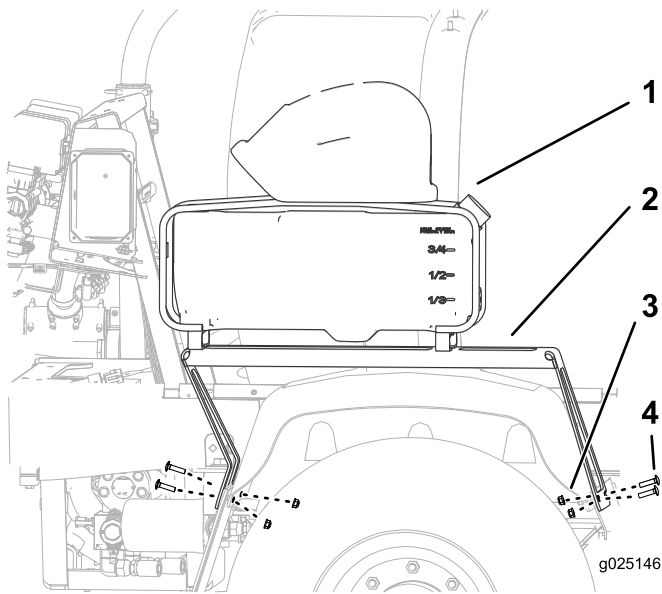

Figura 3
2. Sujete el soporte a la máquina con 4 pernos (5/16 pulgada) y 4 tuercas (5/16 pulgada), según se muestra en Figura 3.